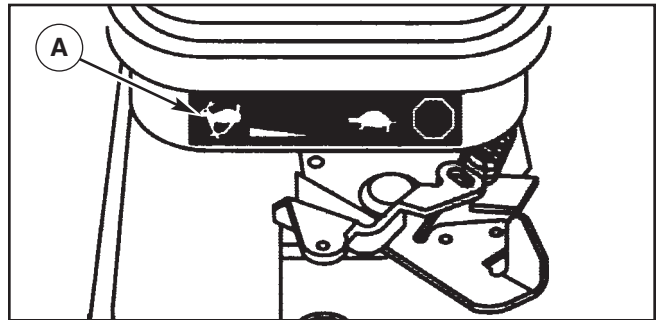

Figura 10 — Control de la válvula de admisión
8. Asegúrese de que la control de la válvula de admisión se encuentre en la posición "Rápido" ("Fast") (A), que se distingue con la figura 10 de un conejo.
8. Asegúrese de que la control de la válvula de admisión se encuentre en la posición "Rápido" ("Fast"), que se distingue con la figura 10 de un conejo.